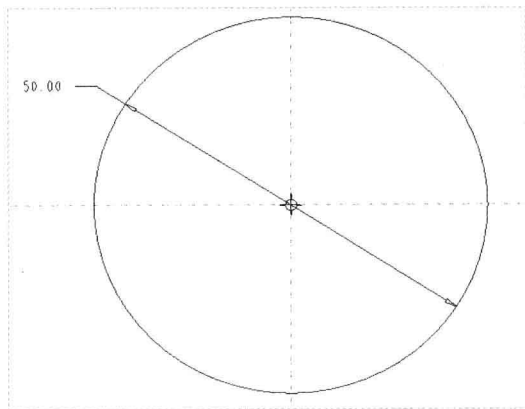

图 14-44 绘制截面 1
Step 01 按【Ctrl+N】组合键,新建零件文件。在“功能区”选项板的“模型”选项卡中,单击“形状”面板中的“拉伸”按钮,弹出“拉伸”选项卡,在绘图区选择 FRONT 基准平面作为草绘平面,进入草绘环境;单击“草绘”选项卡中的相应按钮,绘制截面,如图 14-44 所示,单击“关闭”面板中的“确定”按钮,完成截面绘制并退出草绘环境。